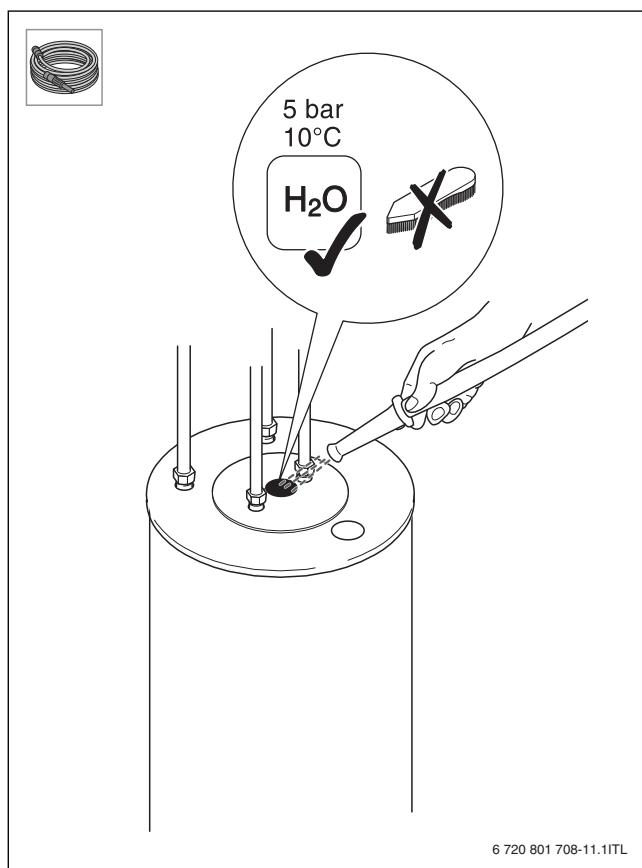

Fig. 15
- ▶ Промойте бак-водонагреватель (→ рис. 15, стр. 34).